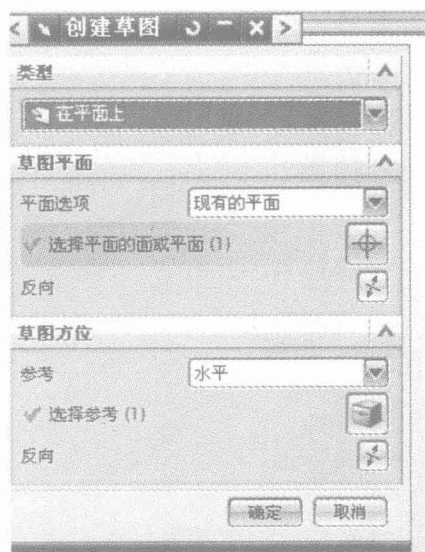
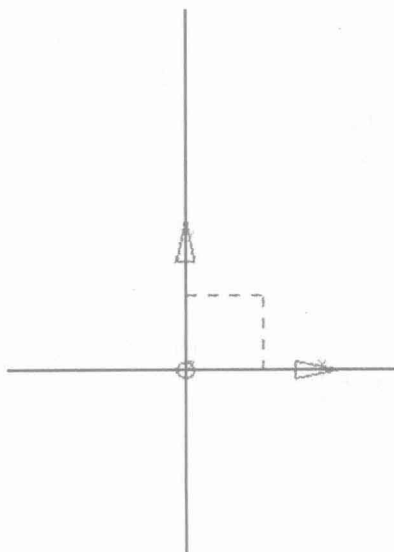

图 1-2 创建草图对话框
图 1-3 绘制两条直线
(1) 单击【特征】工具栏上的“草图”按钮，或选择下拉菜单【插入】→【草图】命令，系统弹出“创建草图”对话框，如图 1-2 所示。
(2) 设置【在平面上】、【现有的平面】、【水平】等参数，单击【确定】按钮，进入草图绘制模式。
(3) 单击“特征”工具栏上的【直线】按钮，或选择下拉菜单【插入】→【直线】命令，绘制如图 1-3 所示的直线。